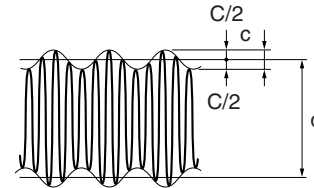

Abb. 3
- ③ Stellen Sie das Oszilloskop auf 0,5 V/div, 5 ms/div ein, und verstellen Sie (TIME/DIV), während Sie die Skala mit einer Geschwindigkeit von 1 bis 10 m/min bewegen, so daß die in Abb. 3 gezeigte Wellenform erhalten wird.